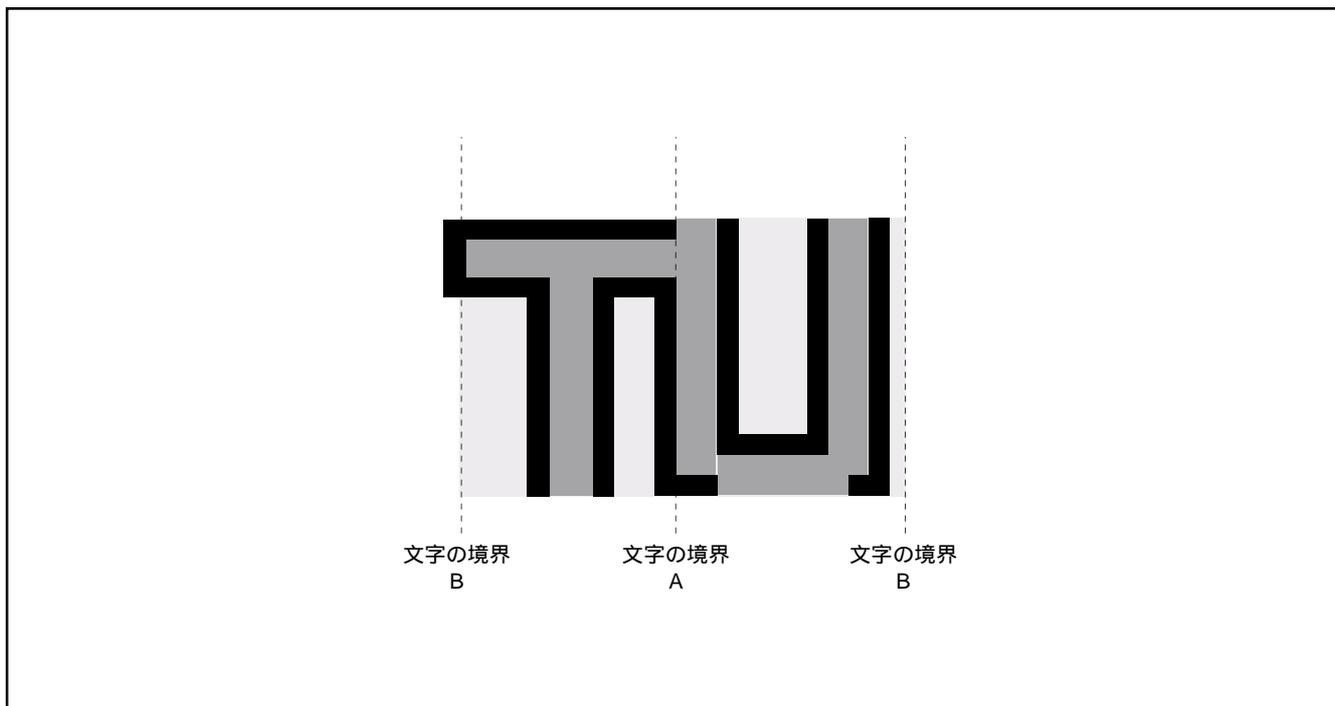

図 8.10.23 フチドリの優先順位
- 2. フチドリドットと、隣接する文字のキャラクタフォントが重なった場合、キャラクタフォントが優先されます(図8.11.24のA参照)。また、フチドリドットと、隣接する文字背景部が重なった場合、フチドリが優先されます(図 8.10.23のB参照)。
- 3. キャラクタフォントの文字領域をはみ出した上下方向のフチドリは表示されません(図 8.10.23 参照)。